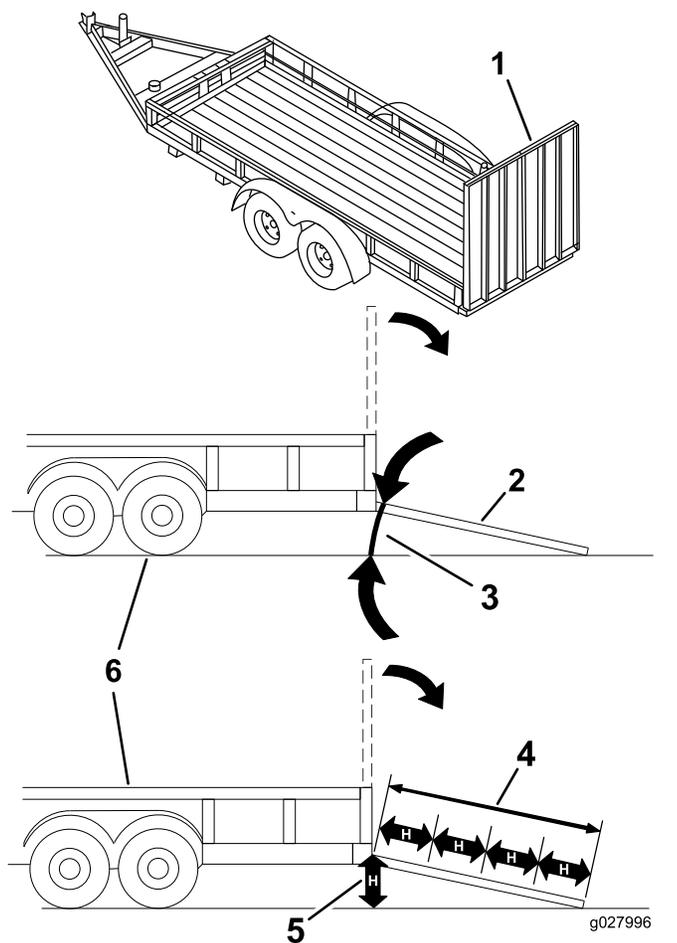

Figura 14
Colocar uma máquina num reboque ou camião aumenta a possibilidade de capotamento e pode provocar graves ferimentos ou morte (Figura 14).
3. Baixe a rampa, certificando-se de que o ângulo entre a rampa e o solo não é superior a 12 graus (Figura 14).
1. Baixe a rampa, certificando-se de que o ângulo entre a rampa e o solo não é superior a 12 graus (Figura 14).